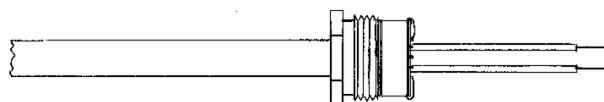

Bild 3 Färdigmonterad skärmkabel med förskruvningshylsa
6. Håll emot bricka (5) och skjut ihop ingående komponenter enligt bild 3. Kabel med förskruvningsdetaljer är nu färdig att monteras i förskruvningshonan.